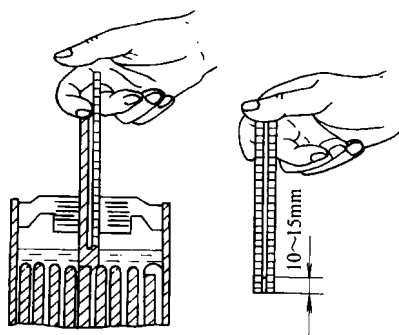

图 1—2 检查蓄电池液面高度
①检查蓄电池及各桩柱导线夹头的固定情况，应无松动现象。
②检查蓄电池壳体应无开裂和损坏现象，极柱和夹头应无烧损现象，否则，应将蓄电池从车上拆下修复。
③用布块擦净蓄电池外部灰尘，如果表面有电解液溢出，可用布块擦干。清除极柱桩头上的脏物和氧化物，擦净连接线外部及夹头，清除安装架上的脏污。疏通加液口盖通气孔，并将其清洗干净。安装时，在极柱和夹头上涂一薄层工业凡士林。
2) 检查蓄电池液面高度 如图 1—2 所示，用一根内径 $6 \sim 8 \text{ mm}$ 、长约 150 mm 的玻璃管，垂直插入加液口内，直至极板边缘为止，然后用拇指压紧管上口，用食指和无名指将玻璃管夹出，玻璃管中电解液的高度即为蓄电池内电解液高出极板的高度，应为 $10 \sim 15 \text{ mm}$ ，最后再将电解液放入原单格电池中。